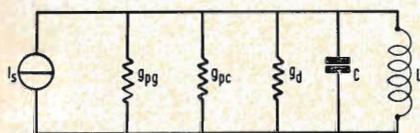

Fig. 7.3-1
**7.3.** Ponendo  $C = C_d + C_{pg} + C_{pc}$  ricordando che  $C_d = 7,3 \text{ pF}$  (7.1-11) si ottiene il circuito di fig. 7.3-1.